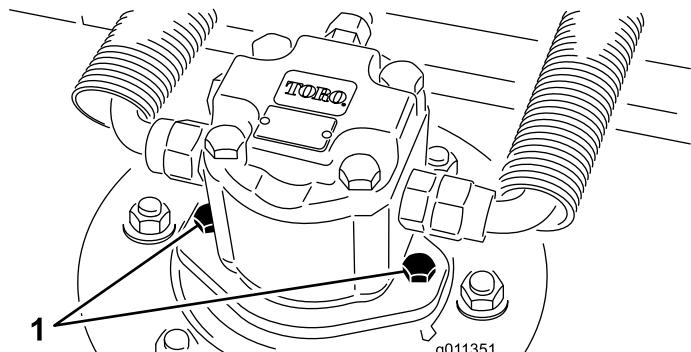

Рисунок 63
- Отсоедините и снимите гидромотор с режущего блока (Рисунок 63). Накройте верхнюю часть шпинделя для предотвращения загрязнения.
4. Установите гидроцилиндр на деку (Рисунок 63). Убедитесь, что уплотнительное кольцо находится в штатном положении и не повреждено.